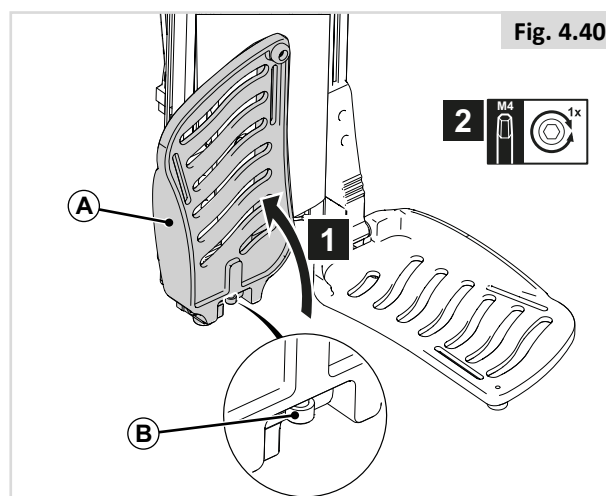

Fig. 4.40
- Como é o caso de todas as peças móveis, cuidado para não entalar os dedos, (Fig. 4.40).
Ângulo do tornozelo (Fig. 4.40)